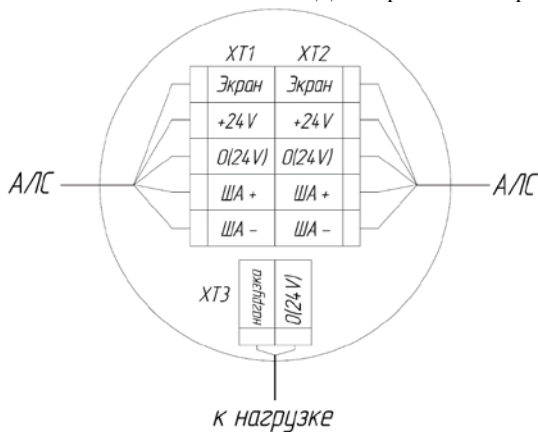

Рисунок 2 – Схема внешних подключений
- 2.2.5. Произвести подключение входящих/исходящих линии связи к оборудованию согласно схеме подключения, указанной в п. 8, рисунок 2;